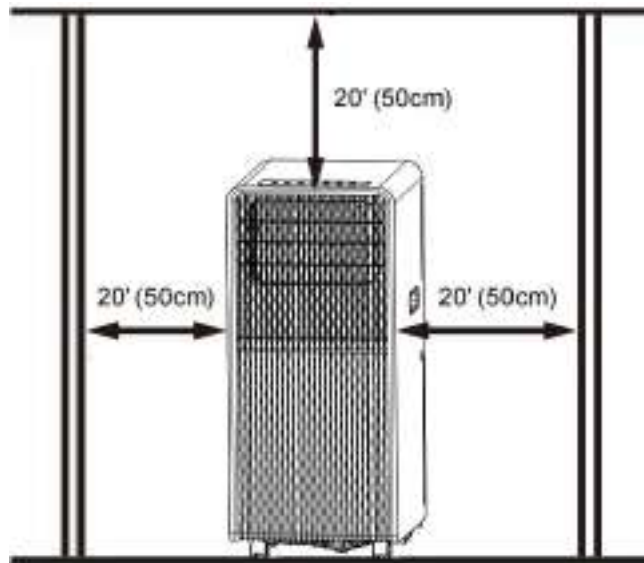

Fig. 3
- Un aire acondicionado de mudanza debe instalarse en un lugar plano y vacío alrededor. No bloquee la salida de aire, y la distancia requerida alrededor debe ser de al menos 50cm. (Ver Fig.3)
1. El aire acondicionado de extracción deberá instalarse en un lugar plano y vacío alrededor. No bloquee la salida de aire, y la distancia requerida alrededor debe ser de al menos 50cm. (Ver Fig.3)